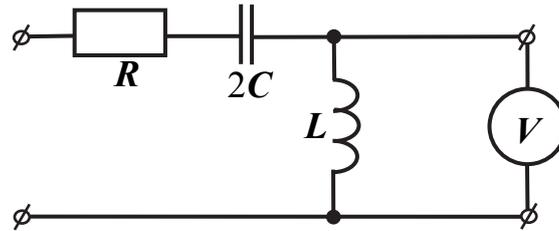

Рис. 17.2
5. Собрать схему высокочастотного фильтра (рис. 17.2), используя ту же катушку индуктивности и конденсатор, что и в п. 1.